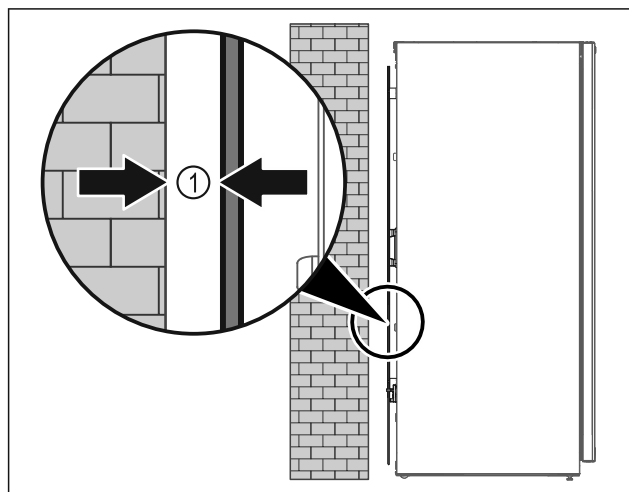

Fig. 9
- ▶ Ustavte spotřebič buď volně v místnosti nebo přímo u stěny v minimální vzdálenosti 5 mm Fig. 9 (1).